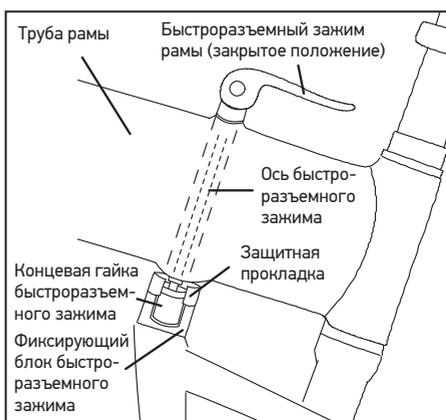

Рис. 10: Быстроразъемный зажим рамы
4. Проверить, что концевая гайка быстроразъемного зажима полностью вошла в фиксирующий блок соединения (Рис. 10).
5. Зафиксировать рычаг быстроразъемного зажима, переместив рычаг в направлении седла (Рис. 10 и 13).
зажим надежно вошел в фиксирующий блок (Рис. 10).